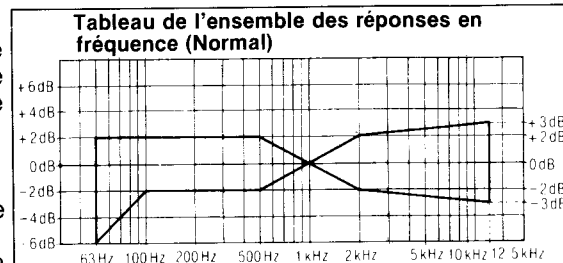
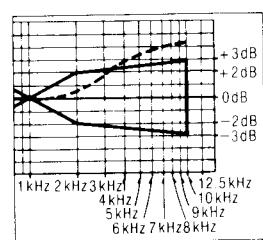
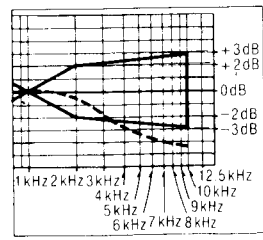

Fig. 10
Fig. 12
Fig. 13
6. Reproduire les signaux enregistrés dans la phase 6, et vérifier si la courbe de réponse de fréquence se trouve dans les limites indiquées par la courbe de réponse de fréquence globale pour bandes normales (Fig. 10). (Si la courbe est comprise dans les spécifications, passer aux phases 7, 8 et 9).
Lorsque la courbe dépasse les spécifications du tableau de réponse de fréquence globale (Fig. 10), comme indiqué dans la Fig. 12.
- 2) Répéter les phases 5 et 6 pour confirmation. (Passer aux phases 7, 8 et 9 si la courbe est maintenant comprise dans les spécifications du tableau de la Fig. 10).
- 3) Si la courbe dépasse encore les spécifications (Fig. 10), augmenter encore le courant de polarisation et répéter les phases 5 et 6.
**Réglage (B):**
Lorsque la courbe tombe au-dessous des spécifications du tableau de fréquence globale (Fig. 10) comme indiqué dans la Fig. 13.
- 5) Si la courbe tombe encore au-dessous des spécifications du tableau (Fig. 10), réduire encore le courant de polarisation et répéter les phases 5 et 6.